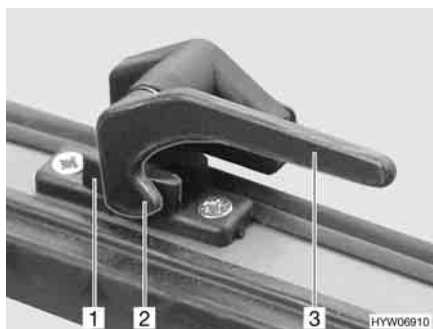

Fig. 34 Leva di serraggio in posizione "Chiuso"
- Ruotare la leva di serraggio (Fig. 34,3) di un quarto di giro verso il centro della finestra.
- Ruotare la leva di serraggio (Fig. 34,3) di un quarto di giro verso il telaio della finestra. Il nasello di chiusura (Fig. 34,2) si trova sul lato interno della chiusura della finestra (Fig. 34,1).
- In posizione "Completamente chiusa" (Fig. 34).